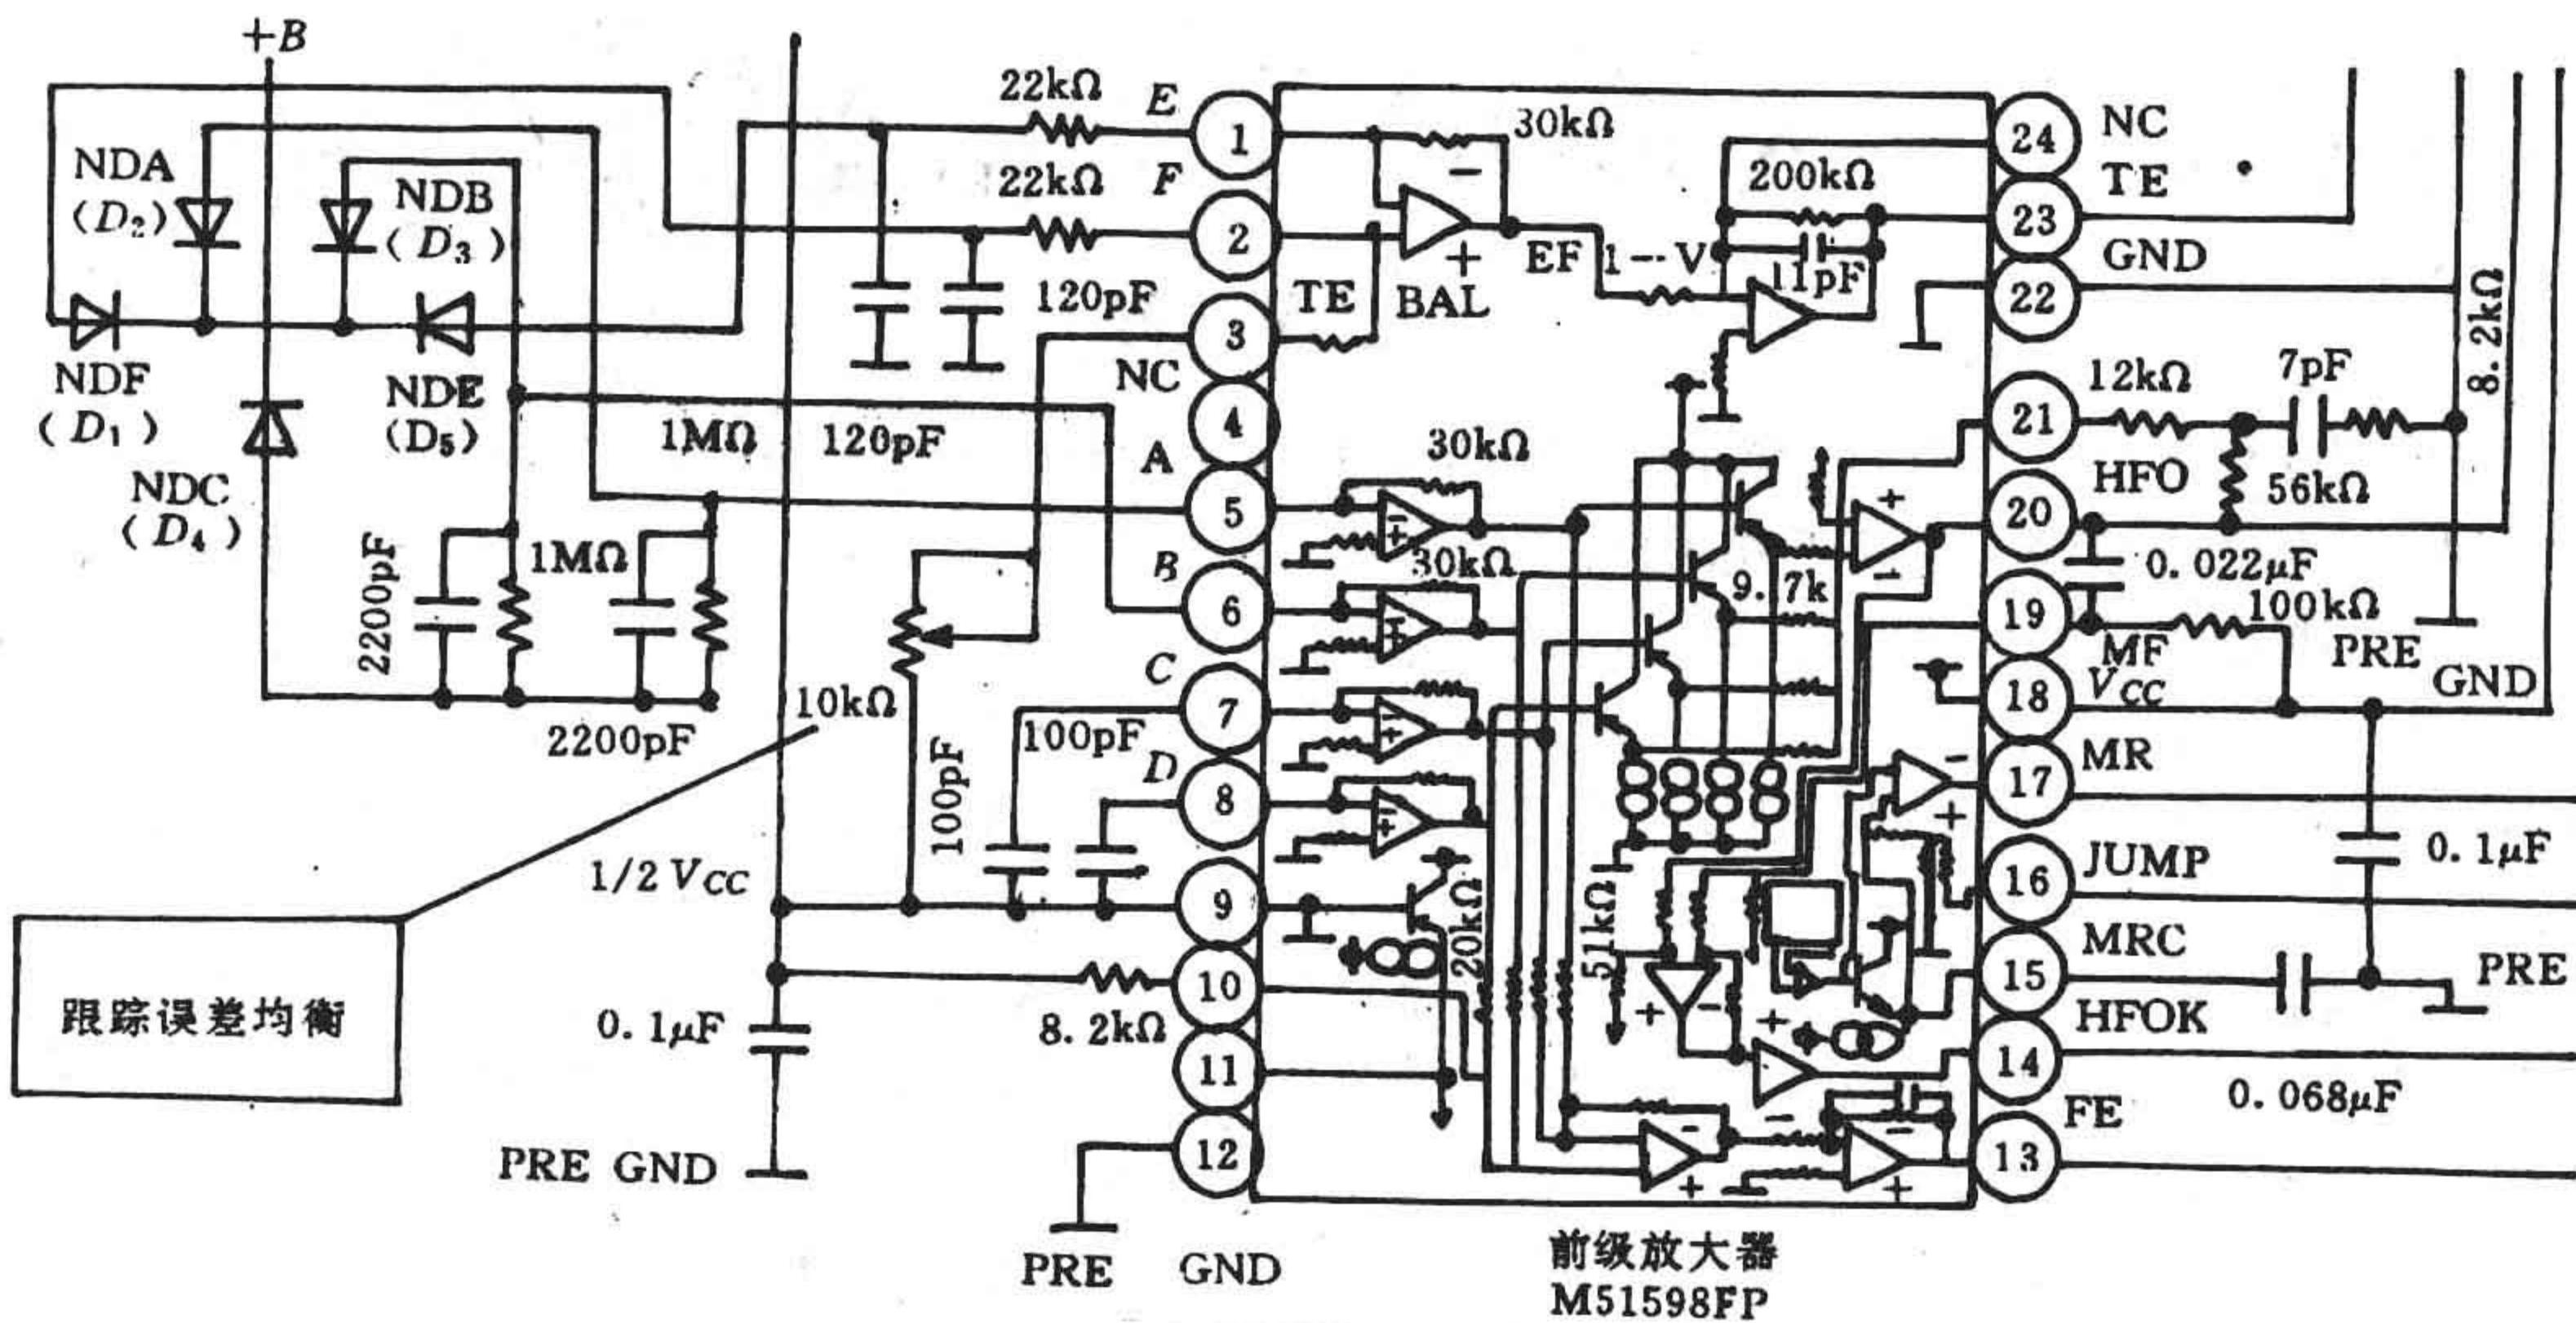

图 17 高频信号检出和前置放大
③ 高频信号检出电路。
高频信号也叫射频信号,此信号由5分划 ND(光敏元件)中的 D_2 、 D_3 、 D_4 合成后进行电压输出。如图17所示,首先($D_2 + D_4$)与($D_3 + D_4$)的电压分别输入到前级放大器的⑤、⑥两脚。前级放大器与检取放大器构成一体(以 MV—K7000 为例),由于前级放大器的输入阻抗高,故可减轻从配线混入的外来噪声。⑤、⑥脚的信号在前级放大器内部相加后成为高频信号($D_2 + D_3 + D_4$),从 HFO ⑩脚输出送入信号处理单元。
④ 过零检出电路。